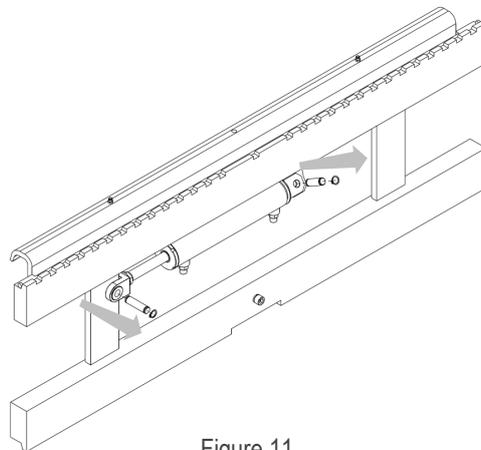

Figure 11
4. Retirer les circlips des goupilles qui maintiennent le vérin de translation et, après avoir retiré les goupilles, extraire manuellement le vérin (voir *Figure 11*).
10. Repositionner le vérin de translation, en suivant dans l'ordre inverse les opérations indiquées en *Figure 11*.